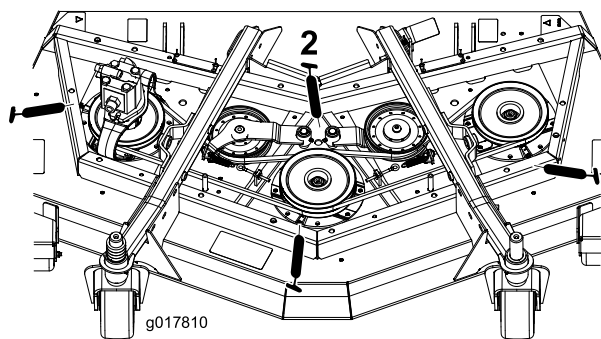

Figura 46
- Cojinetes de eje (3) (situados debajo de la polea) (Figura 46).
- Casquillos del pivote del brazo tensor (2) (Figura 46)